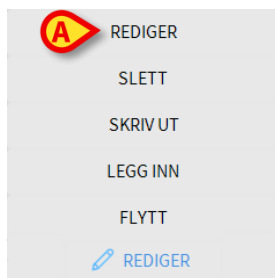

Fig. 120
Det åpnes en meny med ulike valg (Fig. 120).
- Klikk på **Rediger**-knappen (Fig. 120 **A**).